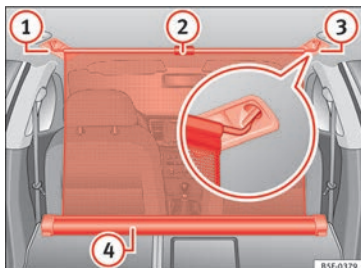

Fig. 127 Dans le coffre à bagages : filet de séparation attaché avec le dossier de la banquette arrière rabattu.
- Tirez la languette » **fig. 127 ②** vers le haut pour sortir le filet de la structure » **fig. 127 ④**.
- Attachez le filet de séparation au côté droit » **fig. 127 ③** (image élargie).
- Attachez le filet de séparation dans le logement du côté gauche » **fig. 127 ①** en étirant la tringle.
Le filet de séparation est monté correctement lorsque les extrémités en forme de T sont fermement attachées dans les logements correspondants » **fig. 127 ③** et **①**.
- Enroulez le filet dans la structure » **fig. 127 ④** en la déposant manuellement.